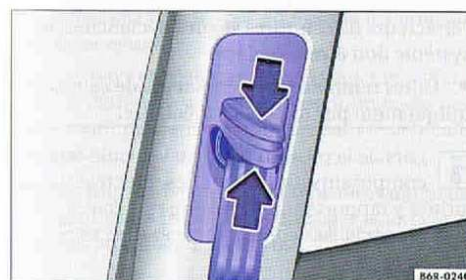

Fig. 43 À côté des sièges avant : réglage en hauteur de la ceinture.
- Comprimez la ferrure d'inversion \Rightarrow fig. 43 dans le sens des flèches et maintenez-la comprimée.